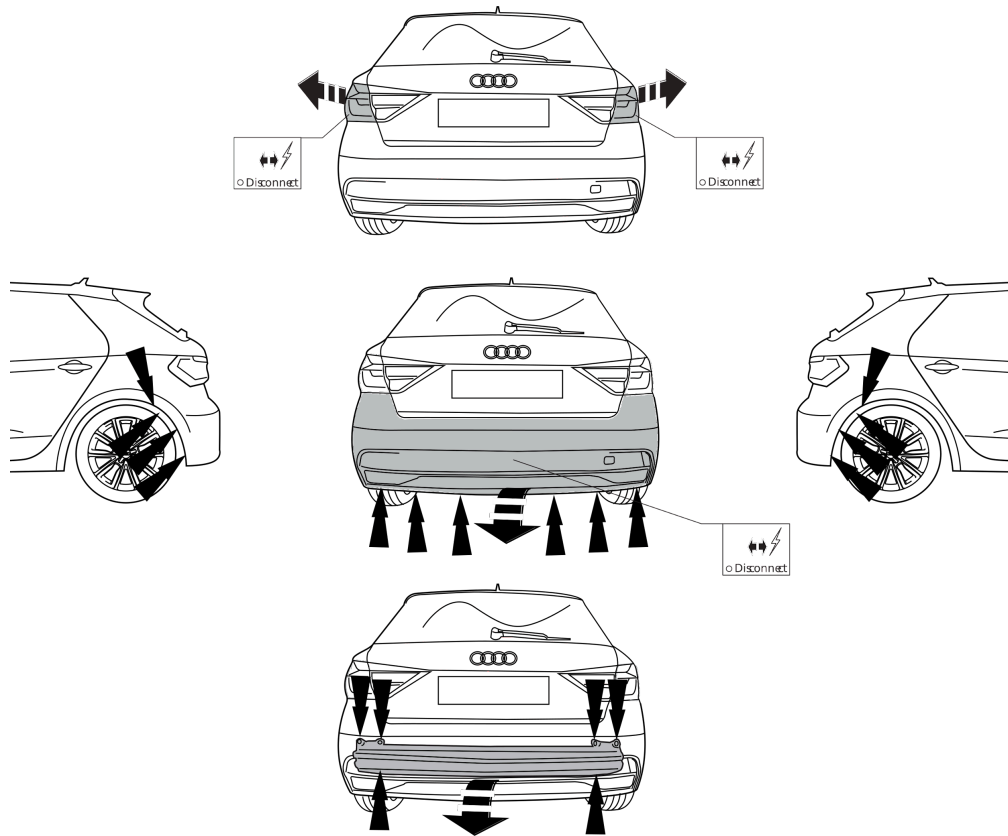

Fig. 1
1. Снять оба блока задних фар. Снять бампер вместе со буферным брусом автомобиля. Буферный брус больше не понадобится. Поставить гайки на место. См. рисунок 1.